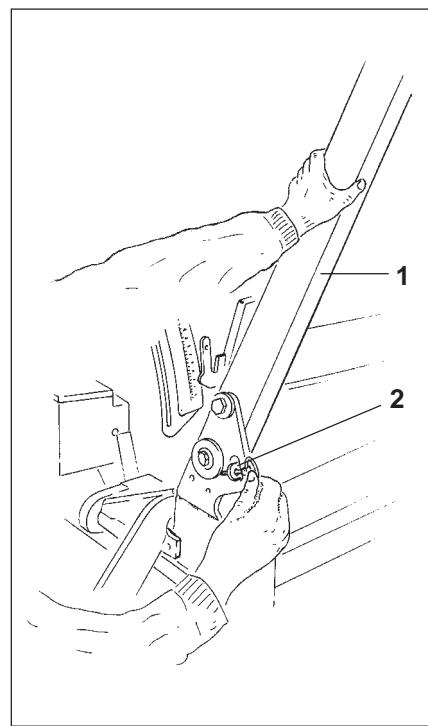
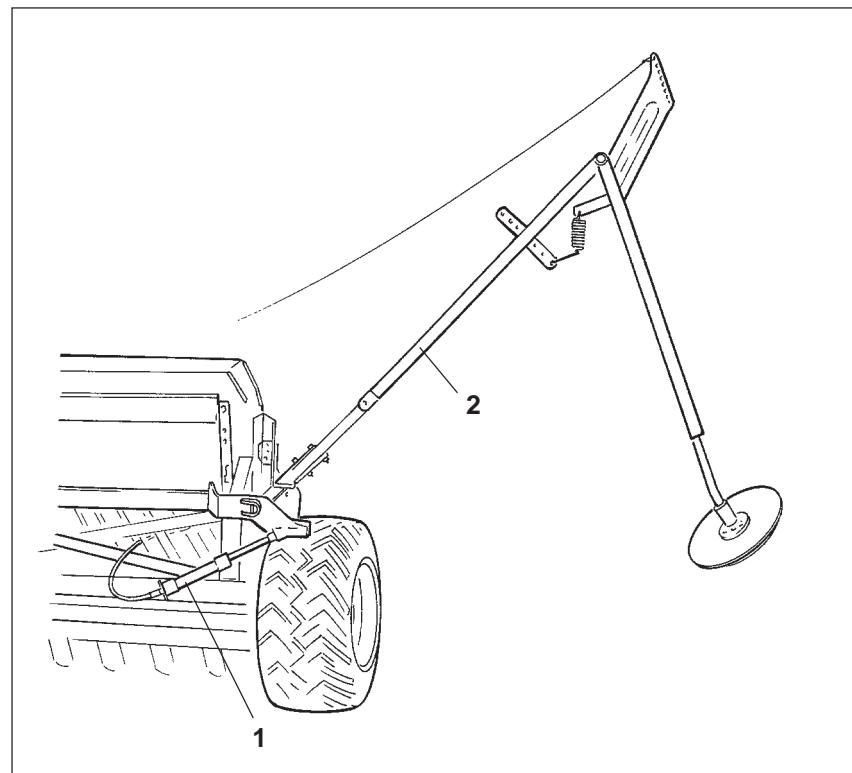

Рис. 10.10
Рис. 10.12
- Крепко держите кронштейн маркера (Рис. 10.10/1) и снимите откидной шплинт (Рис. 10.10/2).
**Если маркеры оборудованы гидравлическими цилиндрами (Рис. 10.12/1), кронштейн маркера (Рис. 10.12/2) после снятия откидного шплинта (Рис. 10.10/2) слегка наклоняется в сторону.**